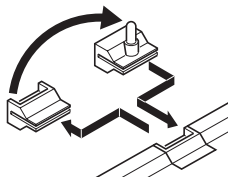

Figure 5
6. Faites tourner la goupille du couvercle. Avant de fixer le socle du carillon au mur, faites-le tourner à la verticale ou à l'horizontale (en fonction du sens du couvercle), puis glissez la goupille du couvercle hors du socle du carillon. Retournez la goupille et faites-la glisser dans la base de carillon (voir la Figure 5).